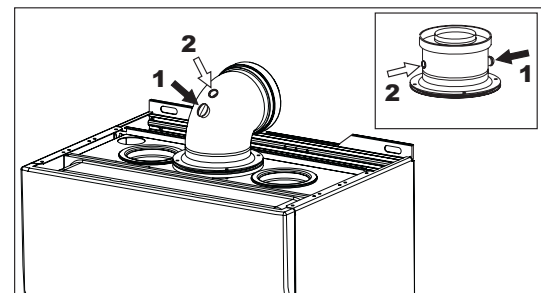

fig. 32 - Análisis de la combustión
Es posible efectuar el análisis de la combustión en los puntos de toma de aire (2) y humos (1) representados en fig. 32.